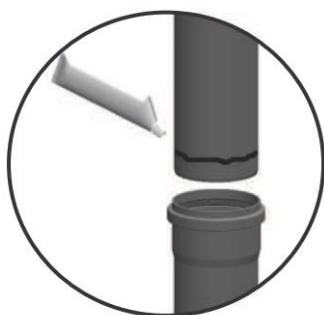

Abb. 3, untere Steckenden der abgasführenden Rohre einfetten
- Unteres Steckende der Rohrelemente immer mit Gleitfett einstreichen (Abb. 3)